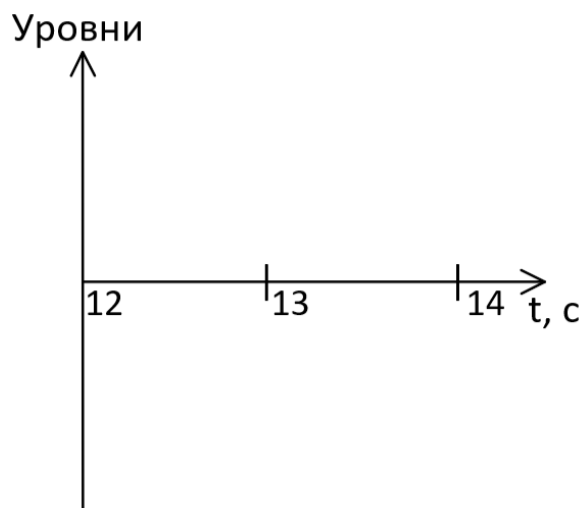

Рисунок 6. Декартова система
- 2) В бланк ответов перерисуйте декартову систему, изображенную на рис. 6. На ней изобразите сейсмограмму с 12 до 14 секунды работы сейсмографа А. Отметьте уровни пиков на вертикальной шкале, отсчёты времени и изобразите кривую, нарисованную самописцем на ленте.